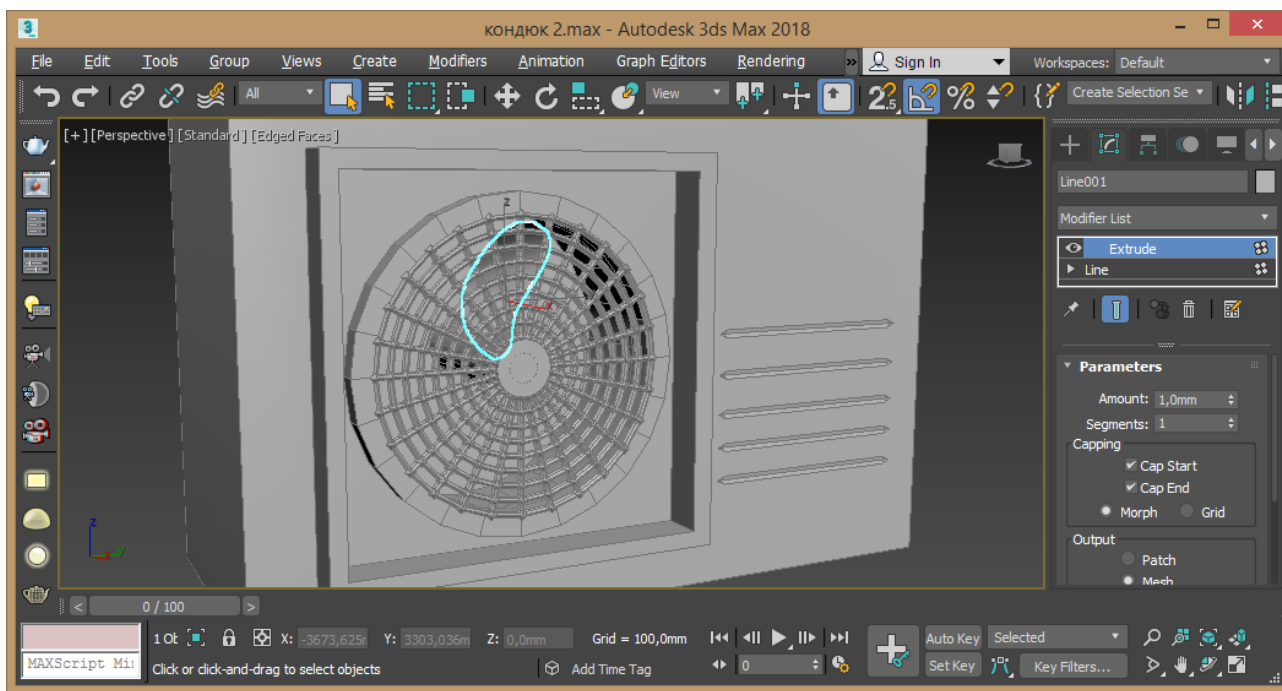
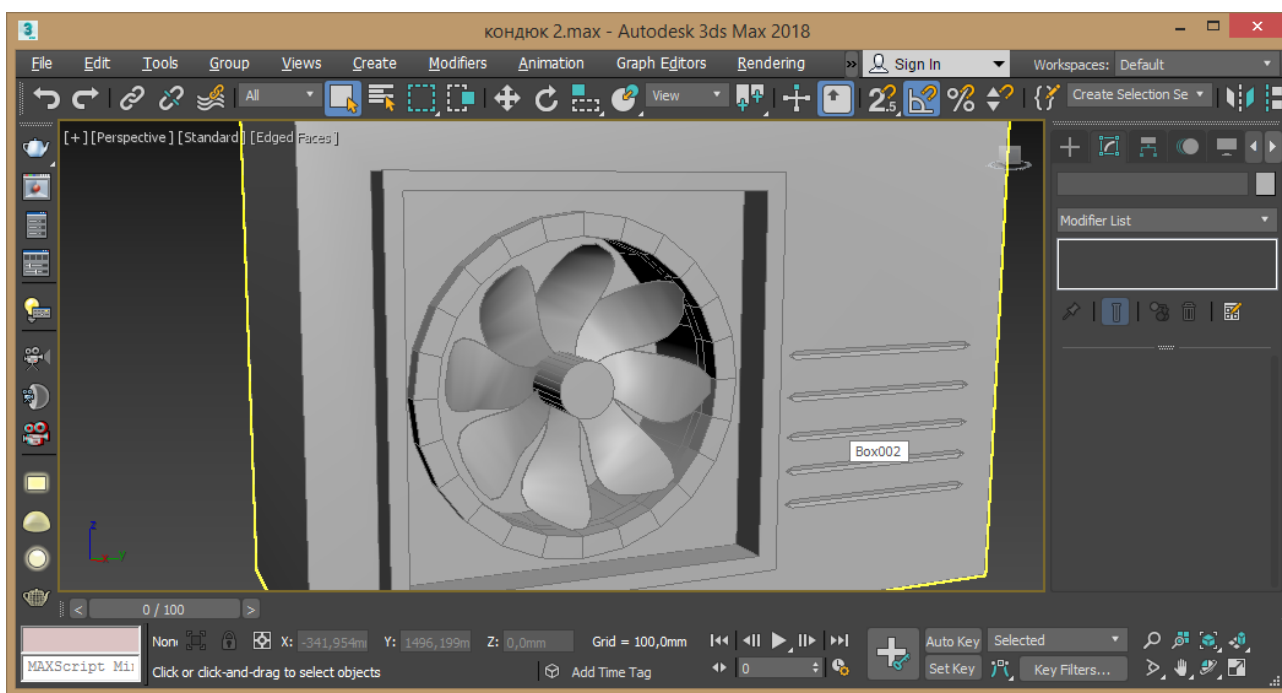

Рис. 3.16 – Лопать в центрі отвору
Рис. 3.17 – Дублювання лопаті
13. Встановіть отриману лопать у центрі отвору (рис. 3.16). Якщо потрібно допрацюйте розміри за допомогою масштабування. Скопіюйте відносно центру отвору лопаті (рис. 3.17).